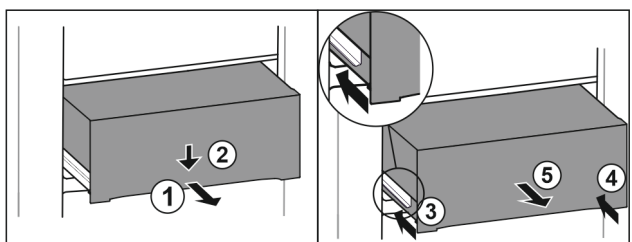

Fig. 164
- ▶ 将抽屉拉出一半。 Fig. 164 (1)
- ▶ 朝下按压正面的抽屉。 Fig. 164 (2)
- ▶ 将左侧轨道推入大约 2 cm。 Fig. 164 (3)
- ▶ 将右侧轨道推入大约 2 cm。 Fig. 164 (4)
- ▶ 朝前取出抽屉。 Fig. 164 (5)